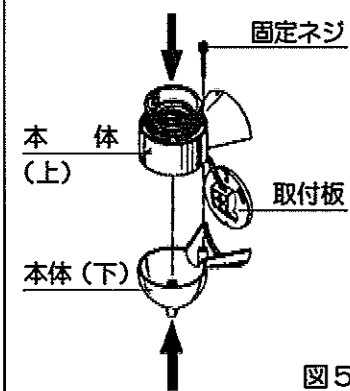

図5
4. 取付板を本体上と本体下で挟み込み、固定ネジで固定してください。（図5参照）